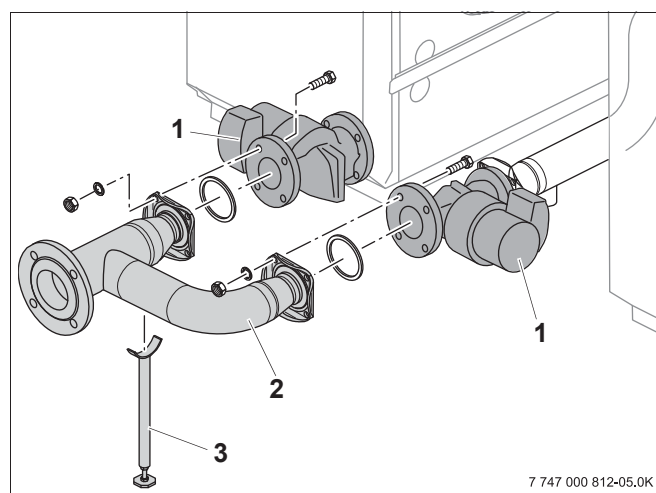

Рис. 12 Монтаж соединительной трубы обратной линии
- Подсоедините 4 болтами и гайками соединительную трубу обратной линии (рис. 12, [2]) с уплотнением к насосу (рис. 12, [1]), как показано на рис. 12.
- Установите опору (рис. 12, [3]) под соединительную трубу на такой высоте, чтобы в обратной линии не было напряжения.